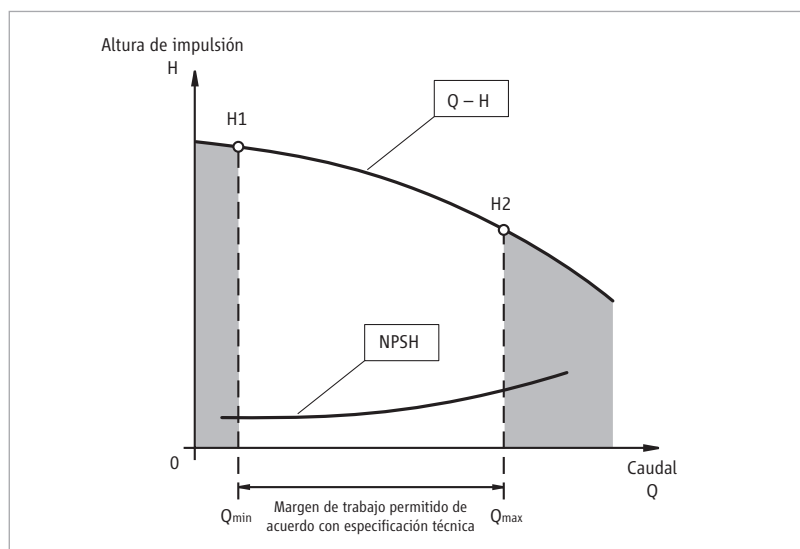

figura 2
3. Para un trabajo satisfactorio de una bomba HERMETIC en instalaciones frigoríficas, es absolutamente necesario el mantenimiento del margen admisible del caudal (véase figura 2). El caudal mínimo es necesario por los siguientes motivos: